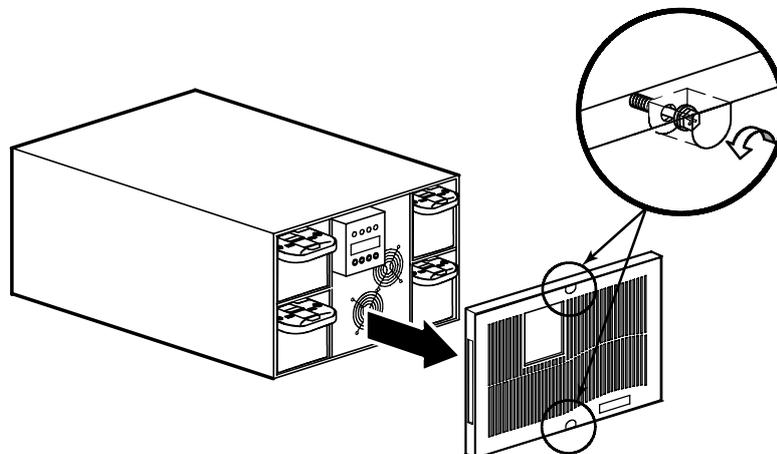

Abbildung 44. Entfernen der Frontplatte der USV
1. Die Frontplatte der USV entfernen (siehe Abbildung 44).